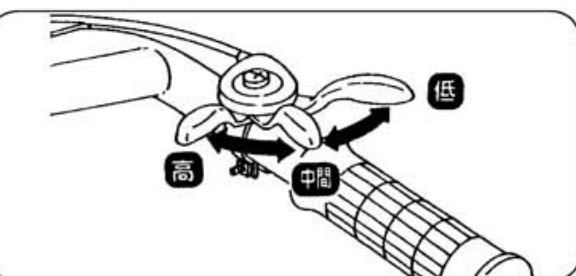

図 19
④スロットルレバーを「高速」の方に少し開きます。 (図19)